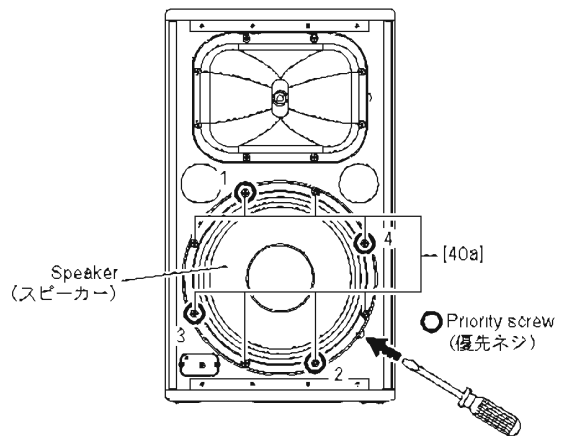

Fig. 2 (図 2)
- 2-2. Remove the eight (8) screws marked [40a]. (Fig. 2, 3)
- 2-3. Insert the flat blade screwdriver or the like into the cavity of the cabinet, and push the speaker up to remove it. (Fig. 2, 3)
* When installing the speaker, first tighten the four (4) priority screws in order as shown in Fig. 2.
- 2-2. [40a] のネジ 8 本を外します。(図 2、3)
- 2-3. キャビネットの切り欠きにマイナスドライバーなどを差し込んで、スピーカーを浮かせて外します。(図 2、3)
※ スピーカーを取り付けるときは、優先ネジ 4 本を図に示す順番で先に締めてください。(図 2)